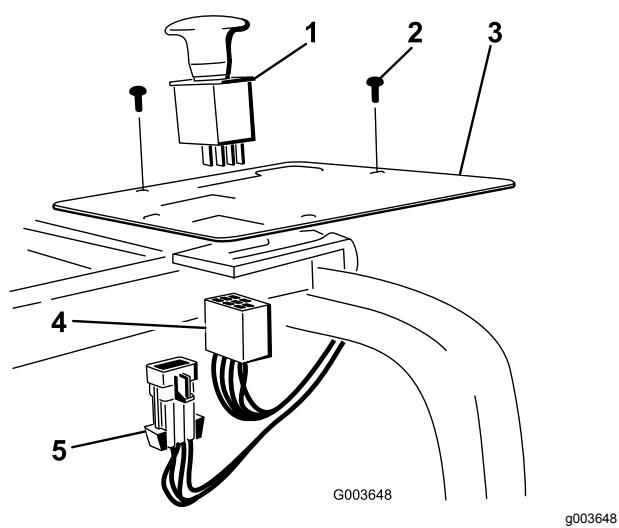

図 35
2. パネルについているプラグを打ち抜いて、パネルにスイッチを取り付ける図 35。
4. コントロールパネルに取り付けたスイッチにハーネスを接続する図 35。
6. メインハーネスコネクタをメインハーネスに接続する図 35。